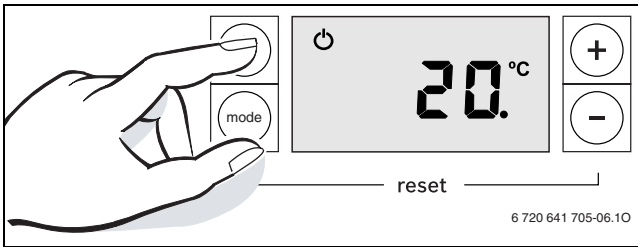

Fig. 22
- ▶ Porniți aparatul prin intermediul tastei stand-by (→ fig. 22).